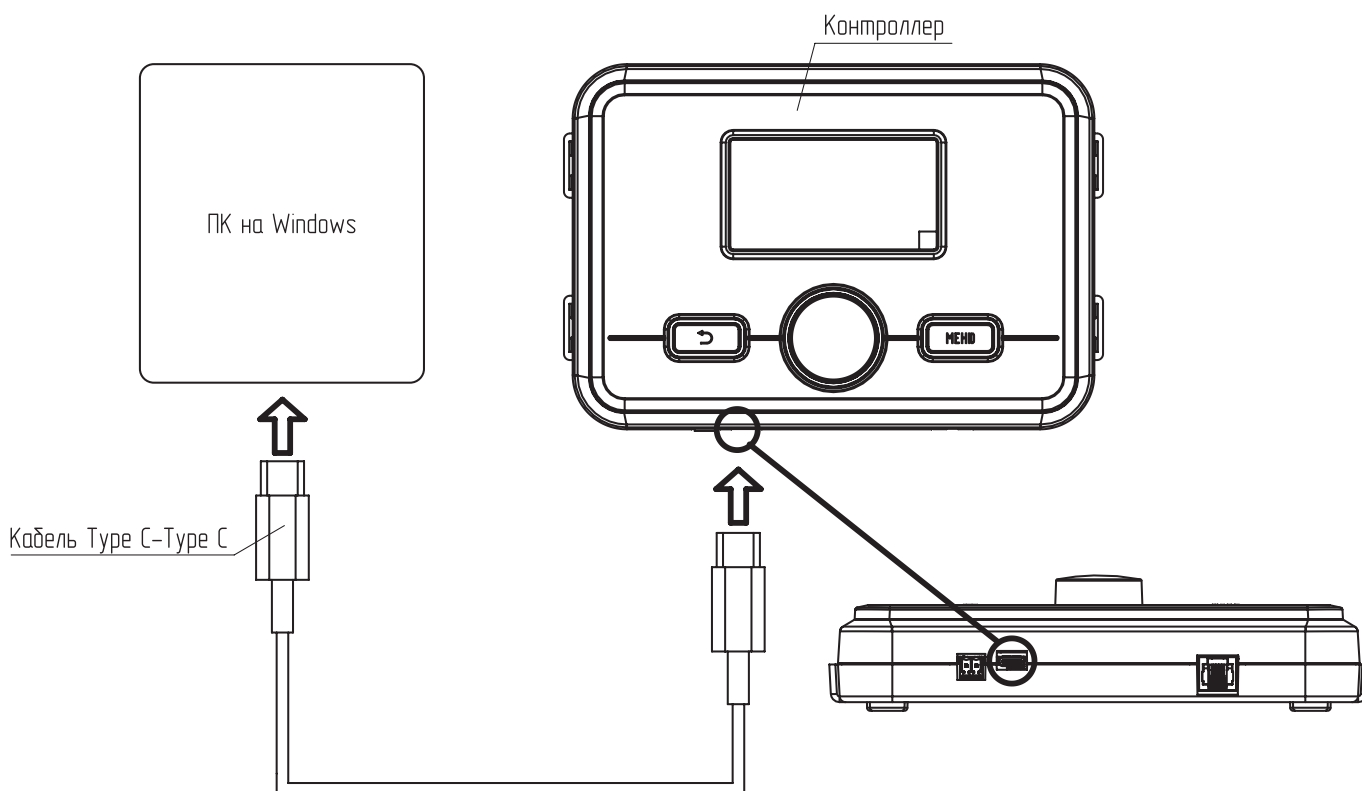

Рис.13 Обновление ПО с помощью ПК и разъема USB Type-C на блоке индикации
5. Зажмите кнопку «МЕНЮ» и подключите разъем USB Type-C к разъему USB Type-C на блоке индикации (**Рис.13**);